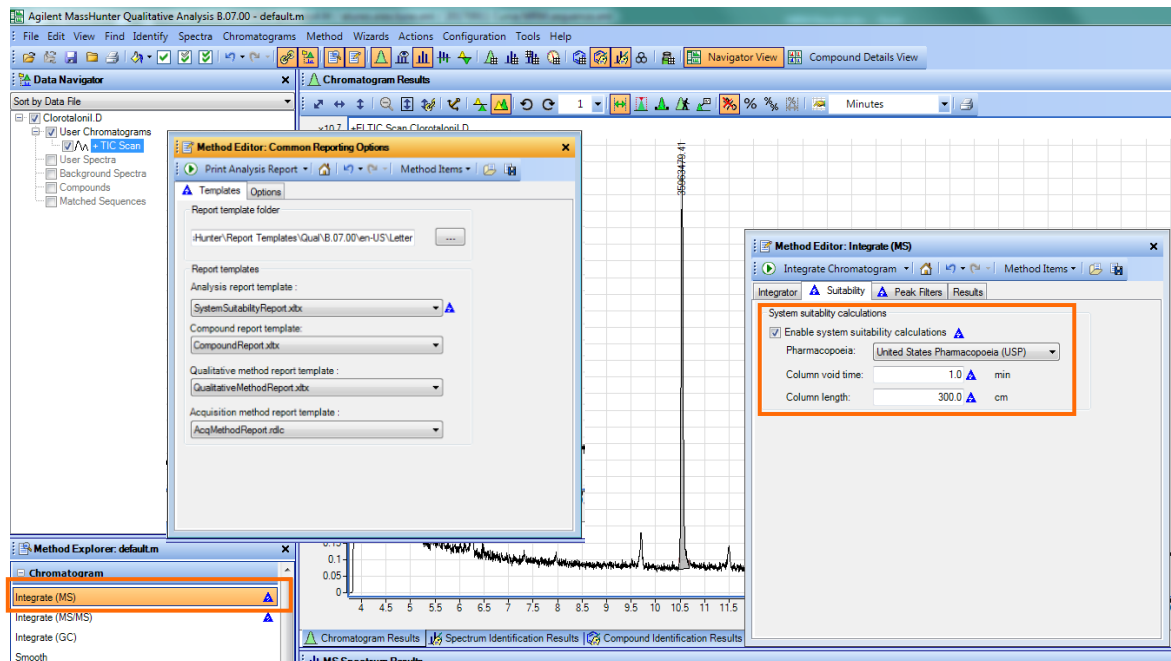

Figura 51. Eficiencia de la columna, *System Suitability*.
El procedimiento consiste en abrir el archivo corrido en **Full Scan** con la sustancia a analizar, seleccionar desde el panel del **Method Explorer** la opción **Integrate (MS)**, seleccione el **Integrator Selection** como **Agile 2** e integre el pico de interés como se explicó en la Sección 8.9.8. Después seleccione la pestaña **Suitability**. Habilitar la casilla **Enable system suitability calculations**. En el campo de **Pharmacopeia**, seleccione **United States Pharmacopeia (USP)**. En el campo **Column void time** ingrese el tiempo muerto en minutos (min). En el campo **Column Length** la longitud de la columna en centímetros (cm), véase Figura 51. Después vaya al panel de **Method Explorer>Reports>Common Reporting Options**. En **Templates**, seleccione **System Suitability report**. El reporte queda guardado en la carpeta del Data File de la muestra. Evalúe el número de platos teóricos de acuerdo con el historial. Si se presenta un variación aproximada del 30% del